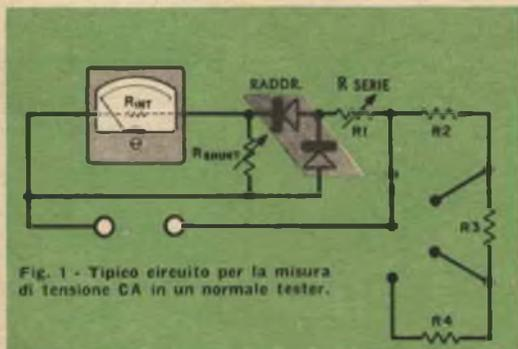

Fig. 1 - Tipico circuito per la misura di tensione CA in un normale tester.
**Portate voltmetriche CA.** — Dal momento che la sezione CA di un tester è simile a quella CC, eccetto che per la necessaria aggiunta di un raddrizzatore, non perderemo molto tempo nel nostro esame. I raddrizzatori che si trovano nella maggior parte dei tester hanno le dimensioni e l'aspetto di un transistor; compito del raddrizzatore è quello di fornire una corrente continua proporzionale alla corrente alternata di alimentazione. Il raddrizzatore, generalmente del tipo ad ossido di rame, viene inserito tra i resistori addizionali e lo strumento; si veda, a questo proposito, la *fig. 1*.